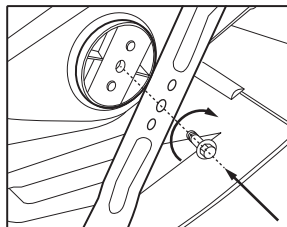

Рис. 14
5. Закрепите новый нож болтом, подложив под него шайбу. Необходимо обратить внимание на то, чтобы нож был правильно ориентирован (рис. 14).